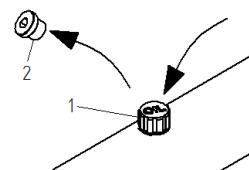

Bild 1
- Byt ut skruvlocket (2) mot ventilationslocket (1) (se Bild 1)